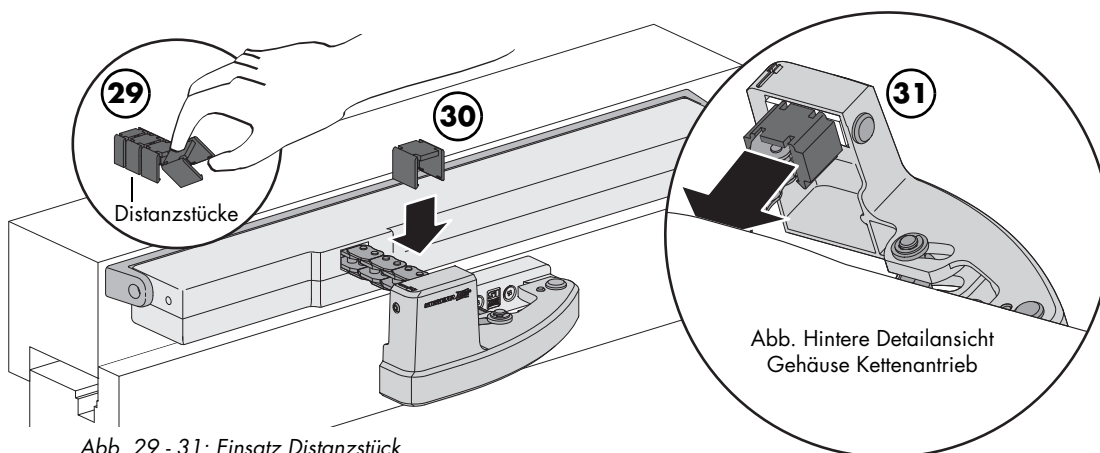

Abb. 29 - 31: Einsatz Distanzstück
- Passendes Distanzstück abbrechen (Abb. 29) und auf das Ketten-Endstück aufklipsen (Abb. 30).